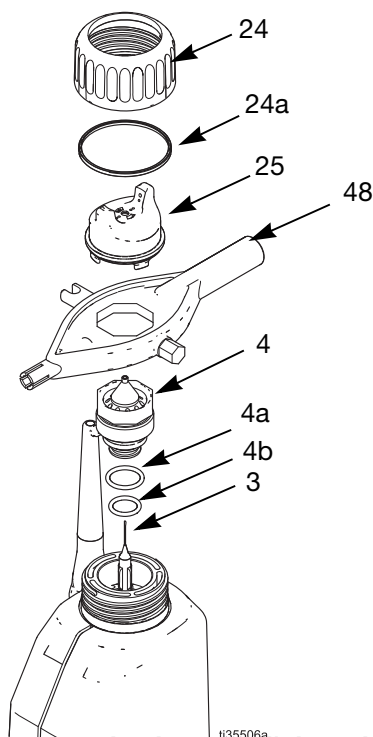

FIG. 19. Remplacement du chapeau d'air et de la buse
2. Retirez la bague de retenue (24) et le chapeau d'air (25). Voir FIGURE 19.
3. Dirigez le pistolet vers le haut pendant le démontage de la buse pour fluide (4) à l'aide de la clé multi-usage (48).